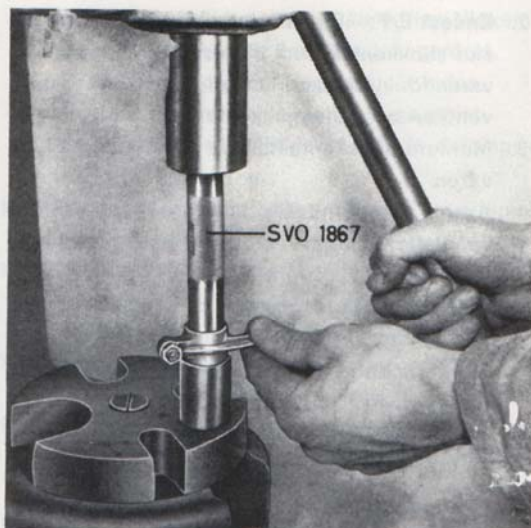

Bild 35. Byte av bussning i vipparm
1. Om förslitningen går upp till 0,1 mm byts vipparmsbussningen. Använd verktyg 1867 för både ur- och ipressning, bild 35. Brotscha därefter bussningen med lämplig brotsch till noggrann passning på axeln. Hålet i bussningen ska ligga mittför vipparmens hål.